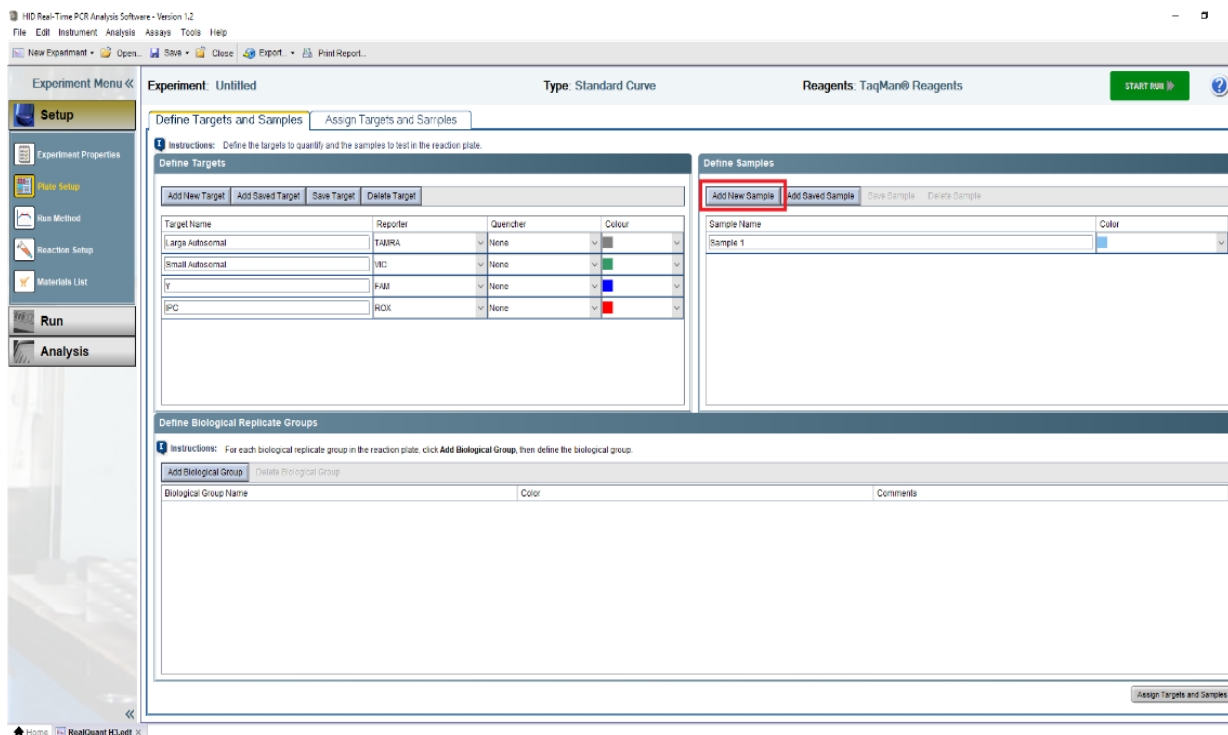

Рисунок 32
4. В открывшемся шаблоне необходимо добавить количество исследуемых образцов (рисунок 32).